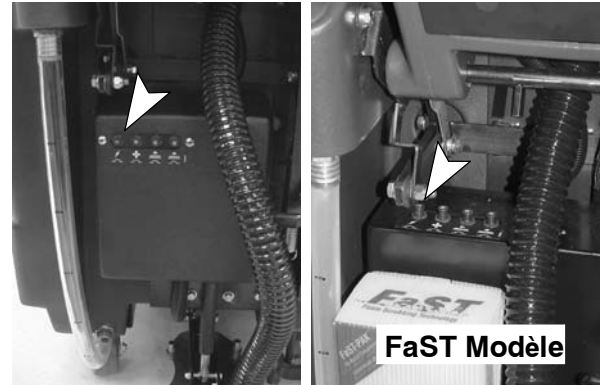

FIG. 1
1. Tournez tous les commutateurs en position OFF et tirez sur le bouton du coupe-circuit (10 A) comme illustré (Figure 1).